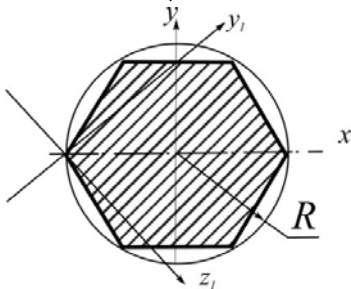

Рис.3.28
**3.25. В окружность радиуса  $R$  вписан правильный шестиугольник. Определить центробежный момент шестиугольника относительно осей  $x_1, y_1$  (рис.3.28).**